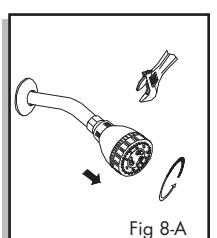

Fig 8-A
8. Remueva la cabeza de la ducha girándola en sentido contrario a las agujas del reloj(Fig 8-A).
8. Aplique silicona para sellar la rosca del conector antes de enroscarlo en el tubo de 1/2"-14NPT. Instale y ajuste el conector de la manguera girándolo en sentido de las agujas del reloj. Asegúrese de que el otro extremo quede hacia abajo y que el frente del conector quede a nivel de la pared terminada(Fig 8-B).